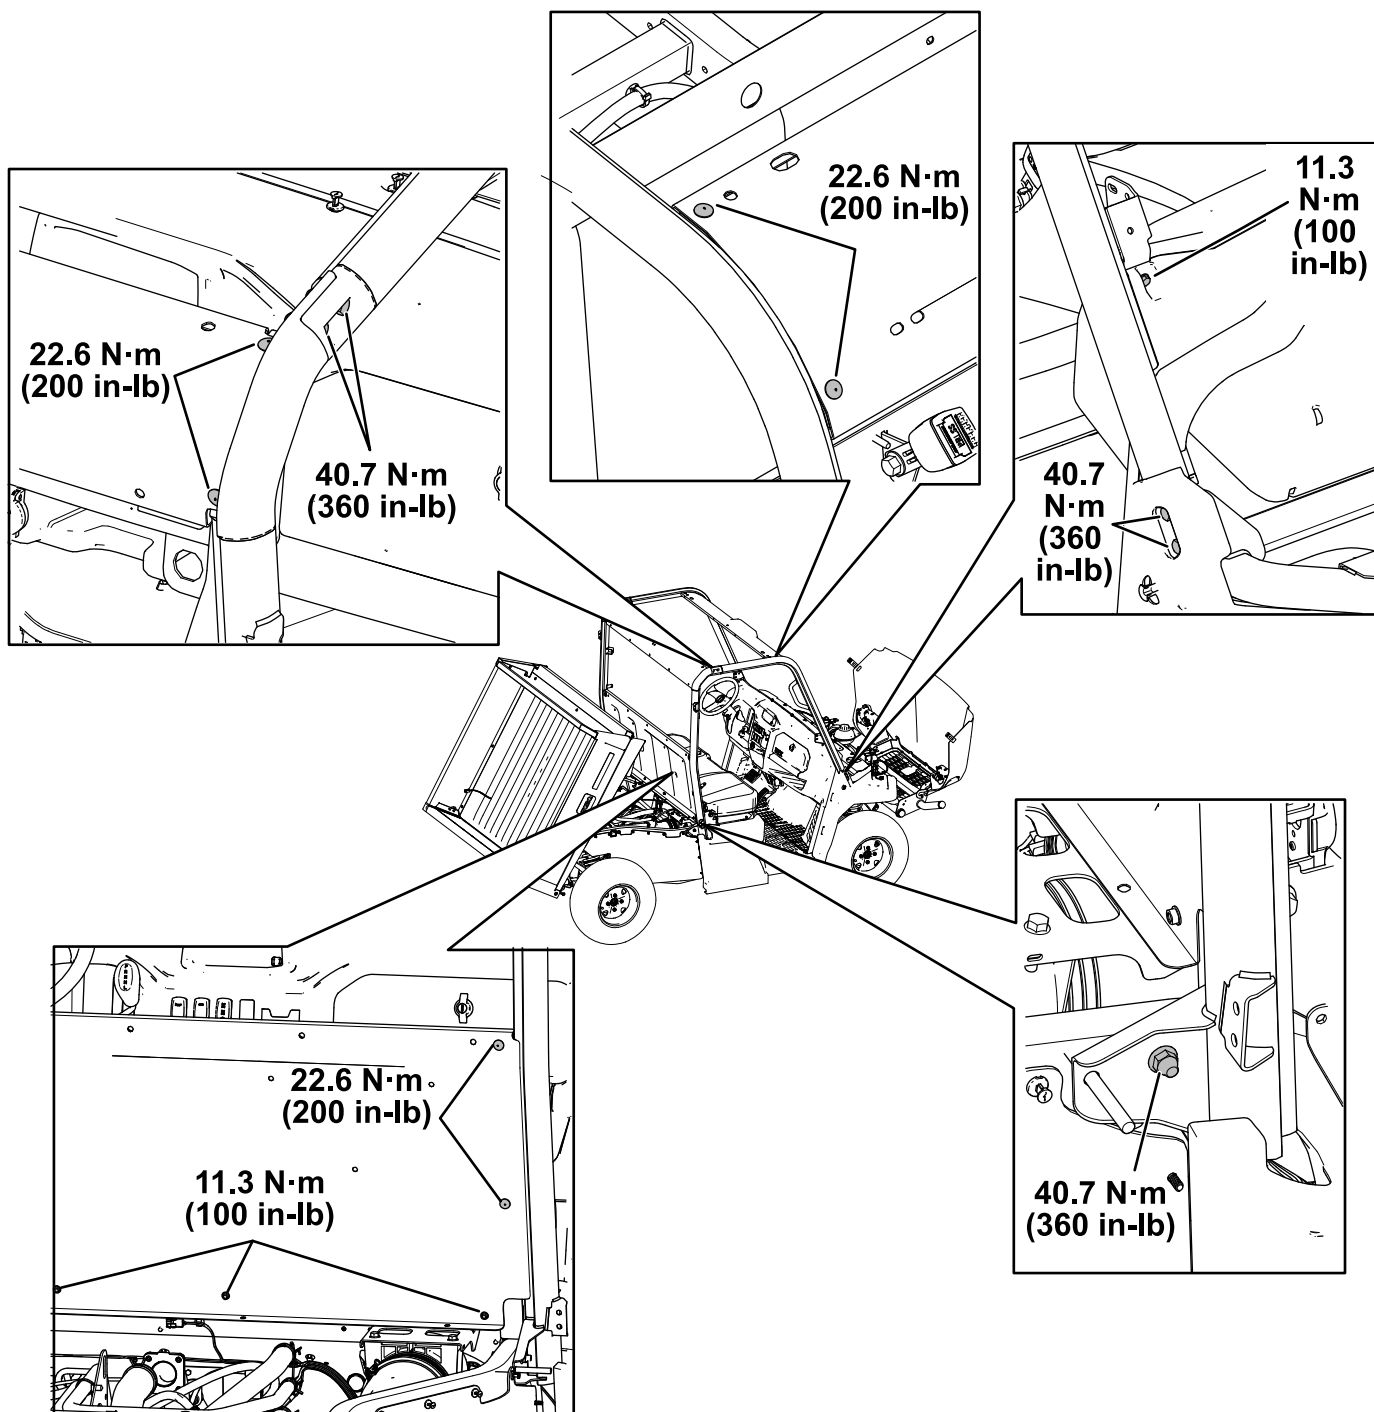

Figura 20
15. Apriete las fijaciones según las especificaciones que se muestran en la Figura 20.